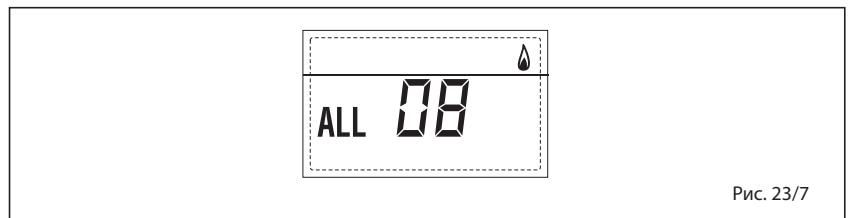

Рис. 23/7
– **СБОЙ ЦИРКУЛЯЦИИ ВОДЫ «ALL 09» (рис. 23/8)**